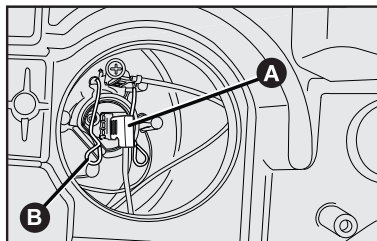

fig. 30
2) Soltar o conector **A-fig. 30** de alimentação da lâmpada;
3) Retirar o porta-lâmpada pressionando lateralmente para fora a presilha **B-fig. 30**;
5) Recolocar a presilha e o conector de alimentação **A-fig. 30**;